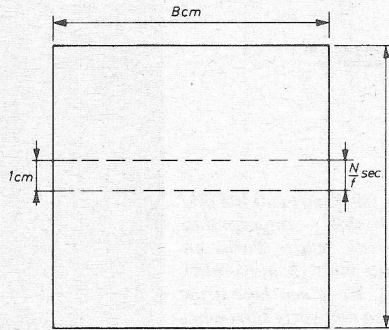

Fig. 28. Berekening van de verticale tijdbasissnelheid uit de Index of Coöperation en de rotatiesnelheid van de beeldtrommel.
Het aantal beeldlijnen per cm kennen we niet, de diameter van de trommel ook niet. Kiezen we voor een van de twee een bepaalde waarde, dan kan volgens formule (1) de andere worden bepaald. Indien we op het TV-scherm een beeldbreedte van B cm kiezen (fig. 28), dan vinden we voor de diameter van de beeldtrommel